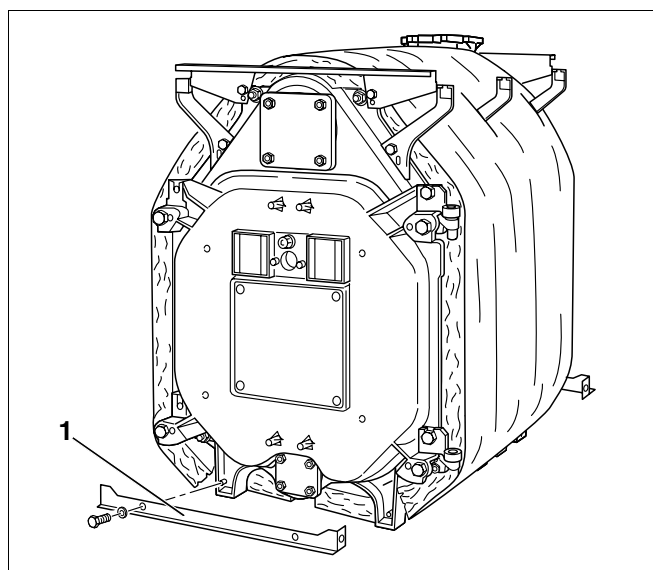

Fig. 43 Montering av nedre tverrtraverser
- Skru tverrtraversene nede foran (Fig. 43, **Pos. 1**) og bak fast til de tilsvarende kjelelementføttene med to sekskantskruer pr. travers. Kanten til disse traversene må peke utover.